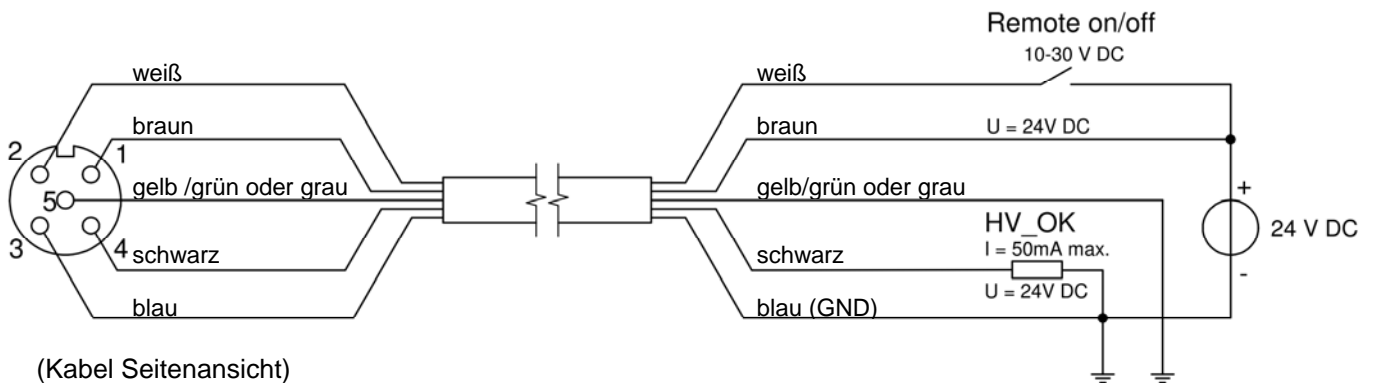

Abbildung 5: Kabelanschlüsse beim Performax Easy und Performax Easy Speed
- Schließen Sie die Kabel wie in Abbildung 5 dargestellt an.